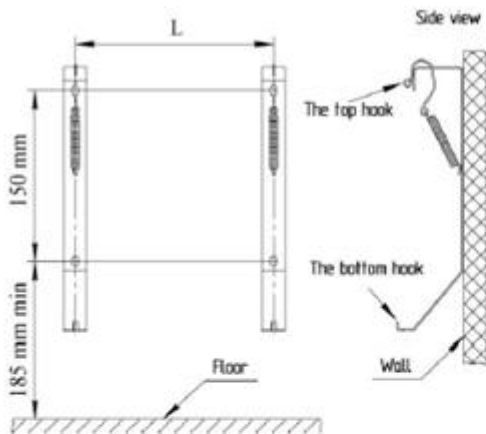

Abb. 1
- maak een markering voor bevestiging aan de muur (zie Fig. 1, Tabel 2)